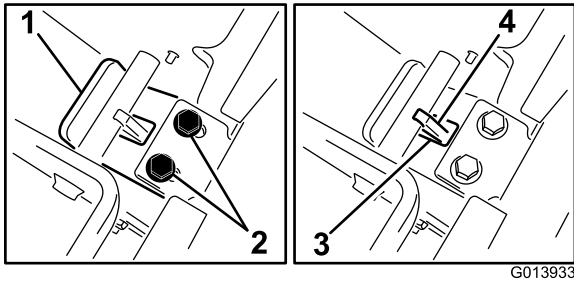

Figura 15
5. Manteniendo la presión sobre la chapa trasera, deslice la lengüeta hacia usted, hasta que el borde de la chapa de la lengüeta entre en contacto con el travesaño (Figura 15).